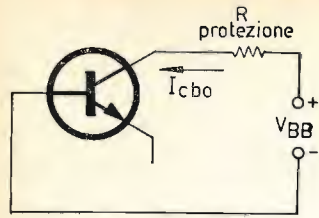

figura 2
- 2) La misura di I_{cbo} : per essa si realizza il montaggio di figura 2.